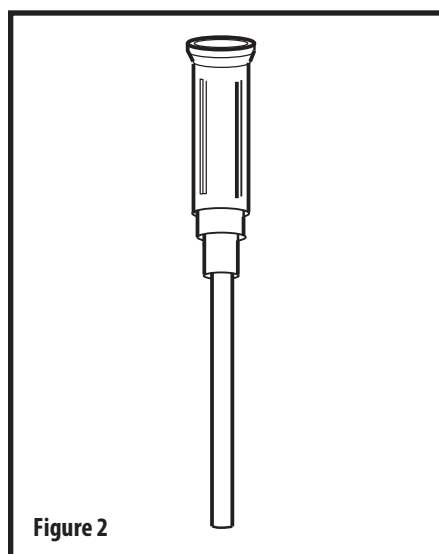

Figure 2
7. Insérer la canule de l'introducteur (**Fig 2**) dans l'orifice jéjunale jusqu'à ce que la garde de l'introducteur soit en contact avec l'orifice d'alimentation jéjunale et que la canule soit clairement visible à l'intérieur de la sonde. La canule de l'introducteur ouvre la valve unidirectionnelle et la protège contre tout dommage éventuel dû au fil-guide.